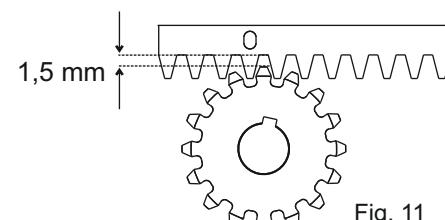

Fig. 11
**5.6.** Toda la cremallera tiene que ser elevada de 1,5 mm. para evitar que el peso de la cancela grave sobre el piñón (Fig. 11).